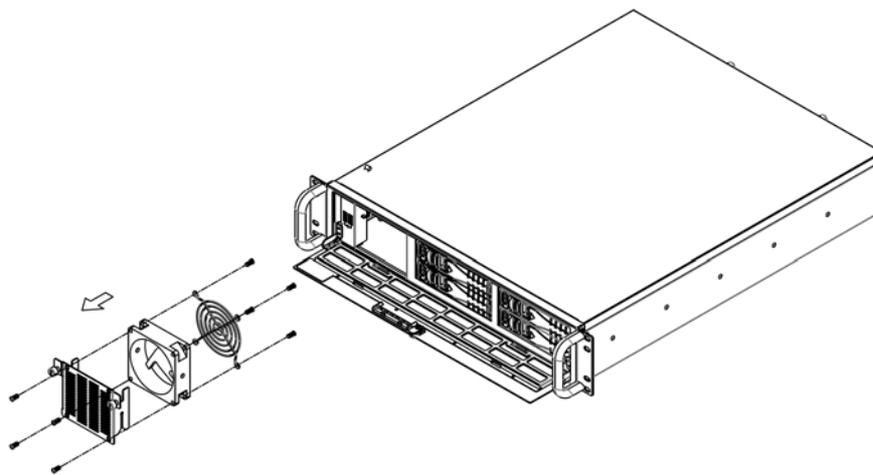

Figure 3.5: Replacing system fan/ 更換系統風扇 / 更換系統風扇
4. Remove the four screws on the failed fan unit and take out the fan. (See Figure 3.5)
4. 卸下故障风扇上的 4 个螺丝，并取出风扇（如图 3.5 所示）